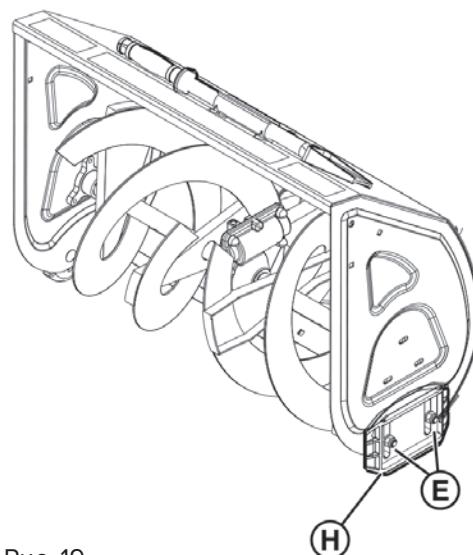

Рис. 19
4. Ослабьте гайки крепления тормозного башмака (Е, Рис. 19) на тормозном башмаке (Н).